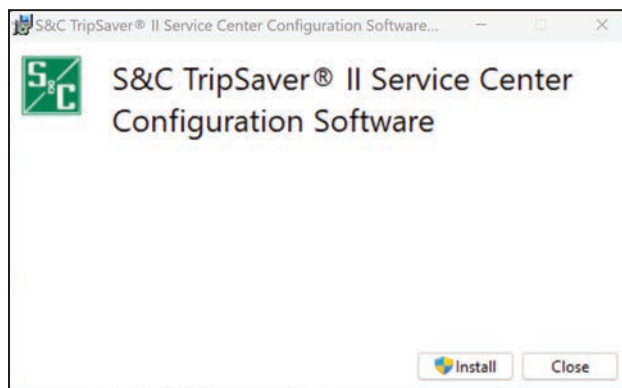

Figura 3. Iniciando la instalación del software
- PASO 1.** Dé doble clic en el archivo de instalación descargado para su autoextracción y dará inicio al proceso. Usted verá el nombre del software y su número de versión. Dé clic en el botón **Install (Instalar)** para proceder, o dé clic en el botón **Close (Cerrar)** para abandonar el proceso de instalación. Ver Figura 3.